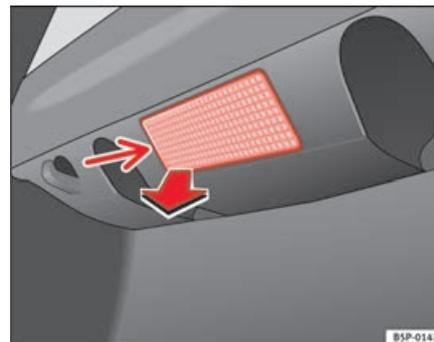

Abb. 199 Gepäckraumbeleuchtung
- Das Lampenglas der Glühlampe durch Druck mit einem Schraubenzieher auf dessen Unterseite -Pfeil- abnehmen ⇒ Abb. 199. ▶